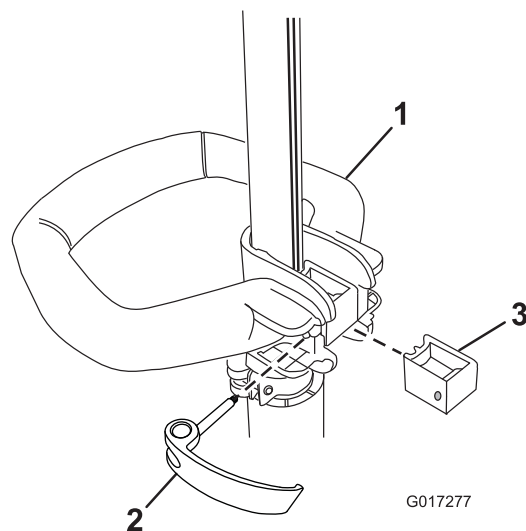

**Figura 3**
2. Corte la brida y retírela de la empuñadura del gatillo (Figura 3).